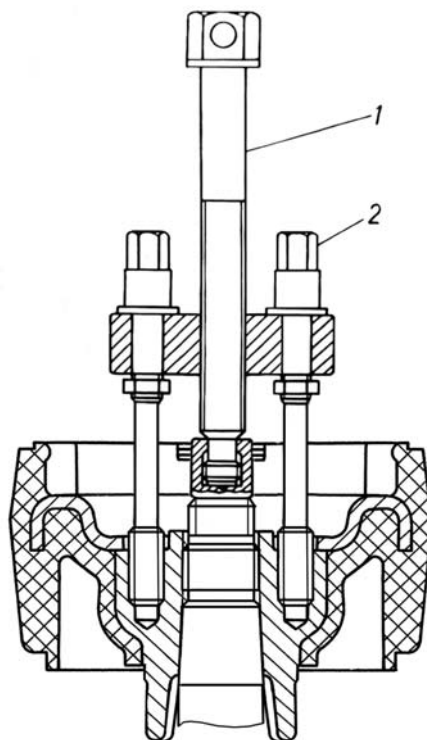

Рис. 6.4. Съемник для снятия рулевого колеса: 1 - винт; 2 - болт
- снять рулевое колесо съемником (рис. 6.4).